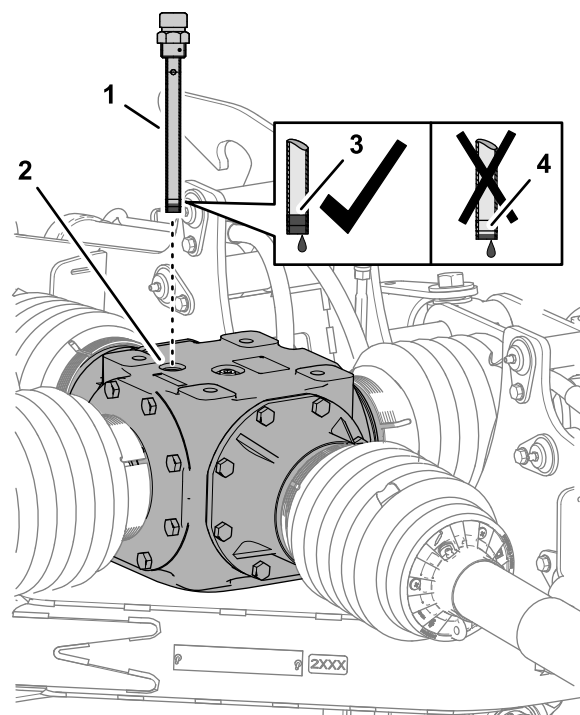
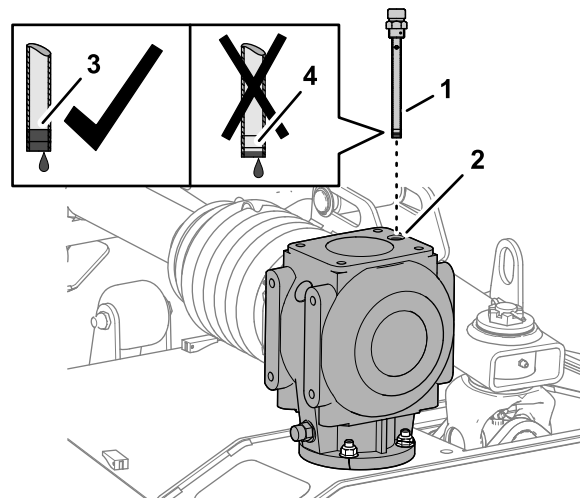

Рисунок 51
Рисунок 52
1. Извлеките масломерный щуп из отверстия в верхней части среднего редуктора (Рисунок 51 или Рисунок 52).
2. Проверьте уровень жидкости по меткам на щупе (Рисунок 51 или Рисунок 52).
4. Заверните масломерный щуп в заливное отверстие и затяните его (Рисунок 51 или Рисунок 52).